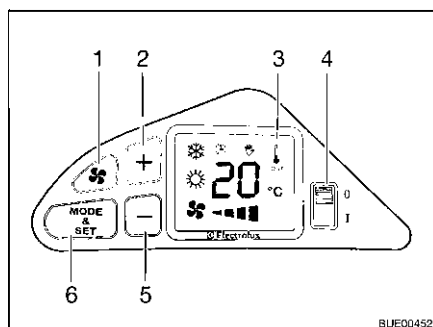

Fig. 167 Elementi di comando
- Posizionare l'interruttore di alimentazione (Fig. 167,4) su "I". Viene indicata la temperatura impostata.
- Impostare la temperatura desiderata con i tasti "+" (Fig. 167,2) e "-" (Fig. 167,5).
- Posizionare l'interruttore di alimentazione (Fig. 167,4) su "0".
- Posizionare l'interruttore di alimentazione (Fig. 167,4) su "I".
- Impostare la velocità dell'aria desiderata con i tasti "⌘" (Fig. 167,1), "+" (Fig. 167,2) e "-" (Fig. 167,5).
- Premere il tasto "MODE & SET" (Fig. 167,6) finché non appare il simbolo del raffreddamento sul display (Fig. 167,3).
- Premere il tasto "MODE & SET" (Fig. 167,6) finché non appare il simbolo del riscaldamento sul display (Fig. 167,3).